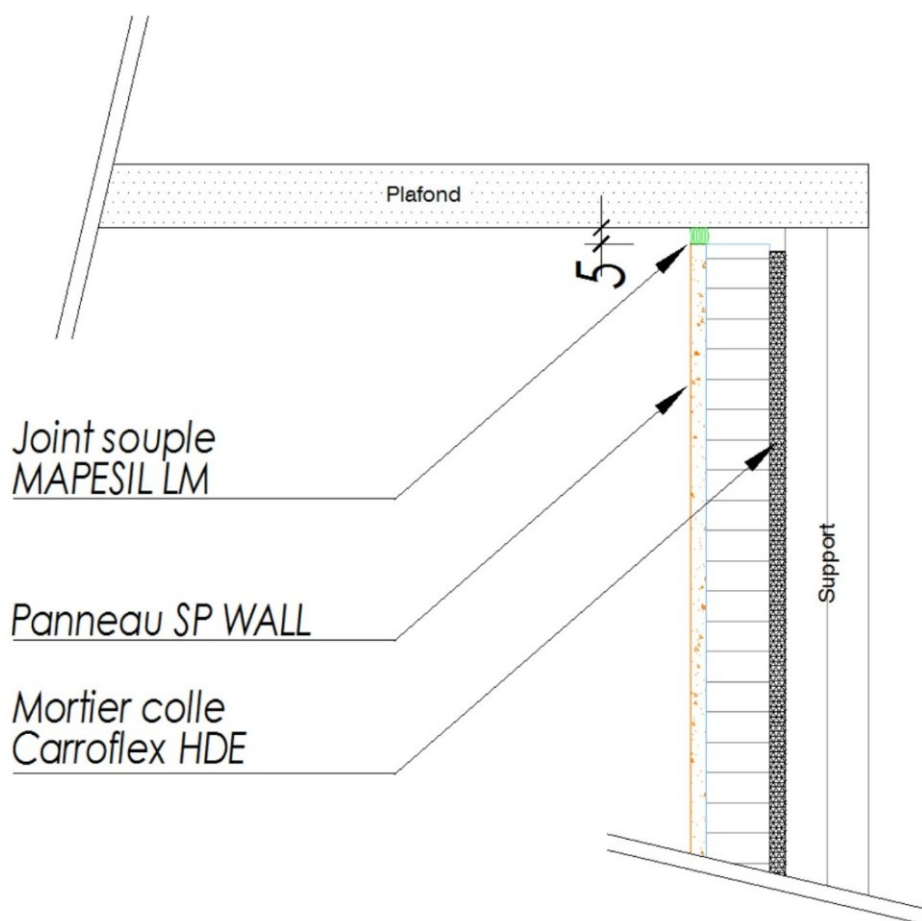

Figure 5 – Traitement du raccord entre SP WALL et le plafond
2.4.4.6. Raccordement au plafond (figures 5)